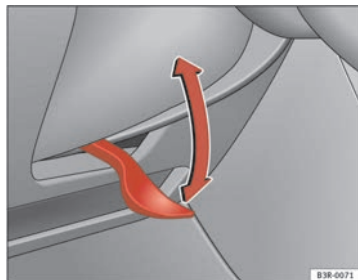

Fig. 136 Levier sous la colonne de direction
- Basculez le levier ⇒ fig. 136 vers le bas ⇒ .